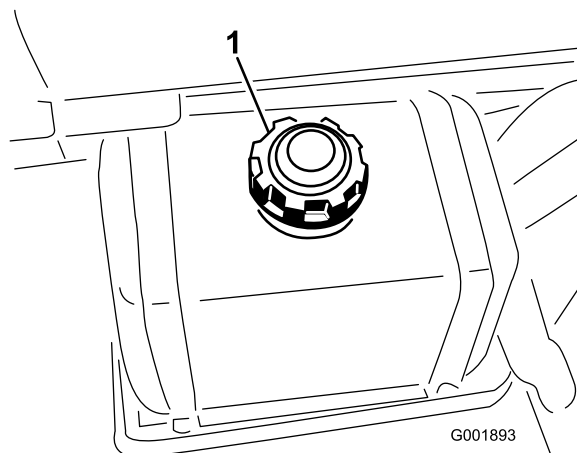

Bild 21
2. Reinigen Sie den Bereich um den Tankdeckel (Bild 21).